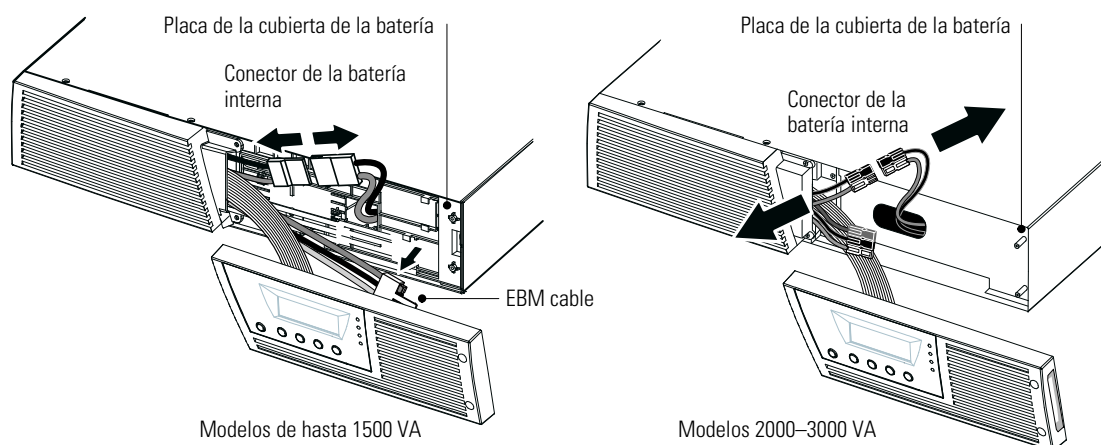

Figura 24. Desconexión de las baterías internas del SAI (se muestra sin EBM)
**NOTA** Si el SAI requiere cualquier tipo de transporte, verifique que el SAI está desenchufado y apagado y después desconecte el conector de la batería interna del SAI (consulte Figura 24 en la página 45 para los modelos en bastidor o Figura 26 en la página 48 para los modelos en torre).
2. Desconecte el conector de la batería interna (consulte Figura 24).
3. **Sólo modelos de hasta 1500 VA.** Si el cable EBM no está conectado a un EBM desenganche el cable EBM y muévelo hacia la izquierda para apartarlo (consulte Figura 24).
4. Agarre un borde de la placa de la cubierta de la batería y tire de ella hacia delante con cuidado. Retire y sujete la placa de la cubierta de la batería. Consulte Figura 24 para ubicar la placa de la cubierta de la batería.
9. **Sólo modelos de hasta 1500 VA.** Si el cable EBM no está conectado a un EBM enganche el cable EBM de nuevo en su soporte sobre la placa de la cubierta de la batería (consulte Figura 24).